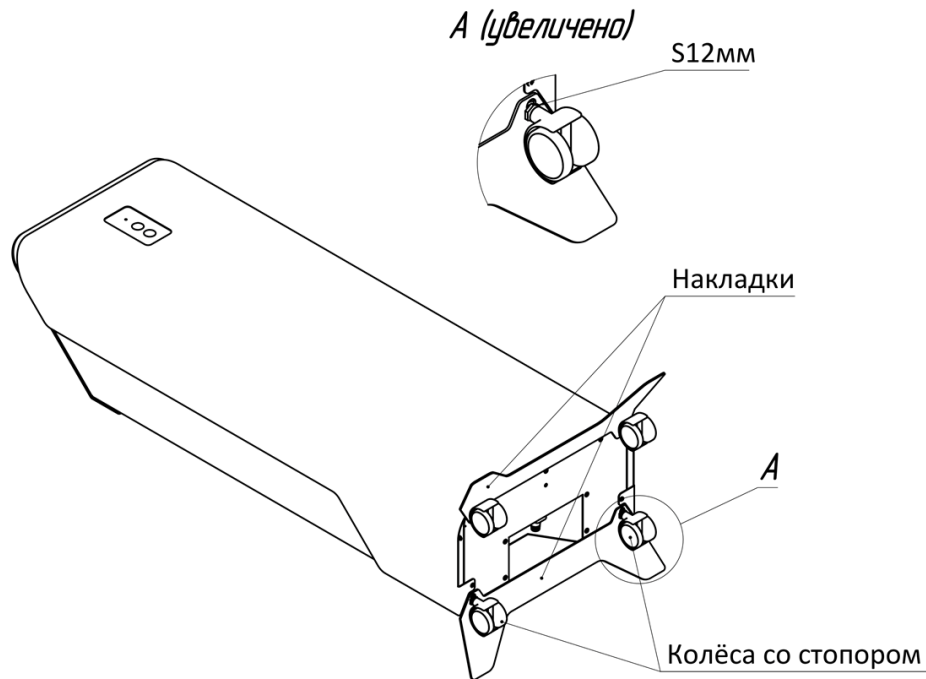

Рисунок 3. Установка накладок и колёсиков на рециркулятор
- Для напольной установки Вам потребуется дополнительно установить накладки (2шт.) и колёсики(4шт.), которые значительно повышают устойчивость устройства и позволяют легко передвигать его на небольшие расстояния за верхнюю часть корпуса рециркулятора. Накладки необходимо прикрутить к корпусу рециркулятора спереди и сзади между корпусом рециркулятора и колёсиками – рисунок 3. Для сборки накладок и колёсиков использовать ключ на 12мм из комплекта крепежа. Спереди рециркулятора установить колёсики без стопоров, сзади со стопором. После помещения рециркулятора в выбранное для него место, следует зафиксировать колёсики расположенными на них стопорами.